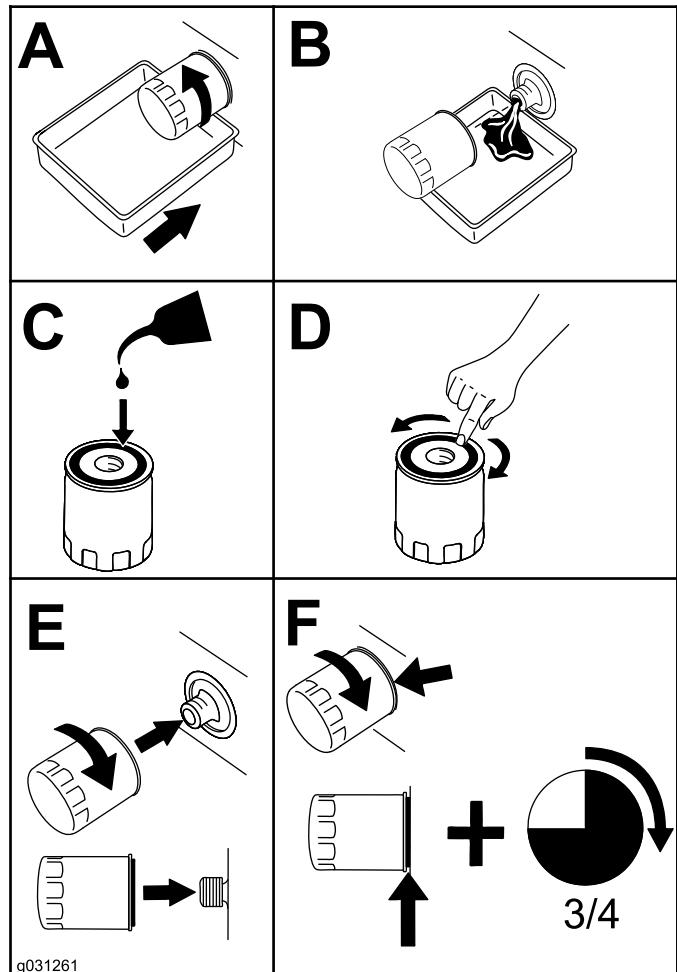

Bild 84
4. Wechseln Sie den Motorölfilter aus (Bild 84).